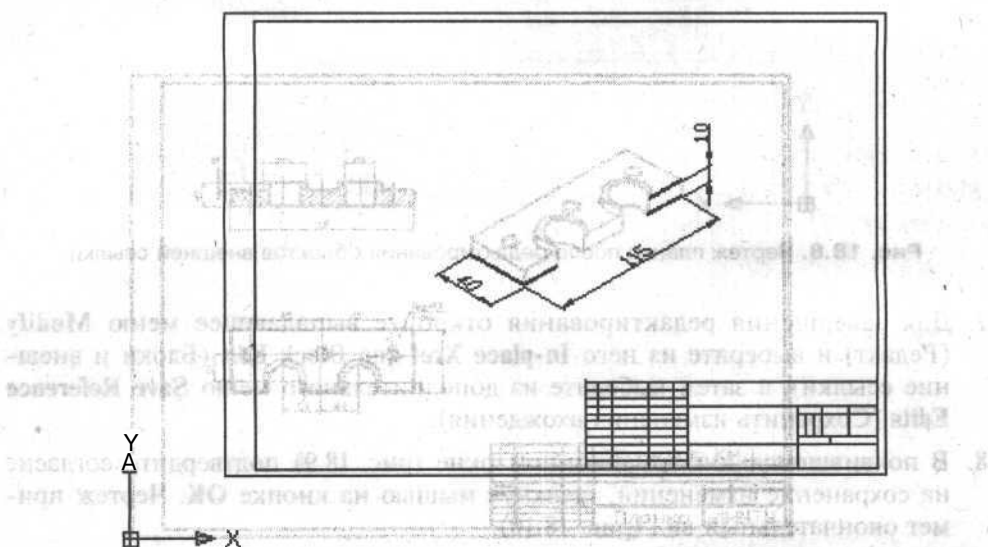

Рис. 18.7. Чертеж планки после выбора редактируемых объектов внешней ссылки
5. Выберите принадлежащие вхождению объекты, которые нужно отредактировать, и для завершения выбора нажмите клавишу **<Enter>**. В рассматриваемом примере следует выбрать две прямоугольные рамки чертежа **изометрии**, его штамп и размеры. После этого программа выйдет в командный режим, а линии чертежа станут бледнее, за исключением выделенных редактируемых объектов внешней ссылки (рис. 18.7).